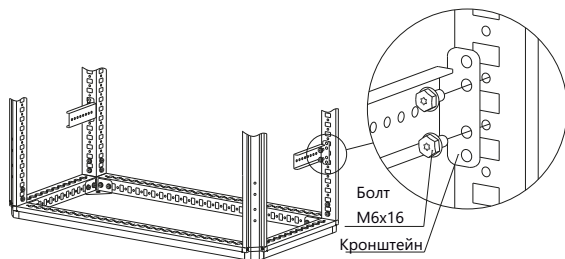

Рисунок 1
- вариант 1. Болтами самонарезающими М6×16 (рисунок 1). Момент затяжки – 7 Н·м;